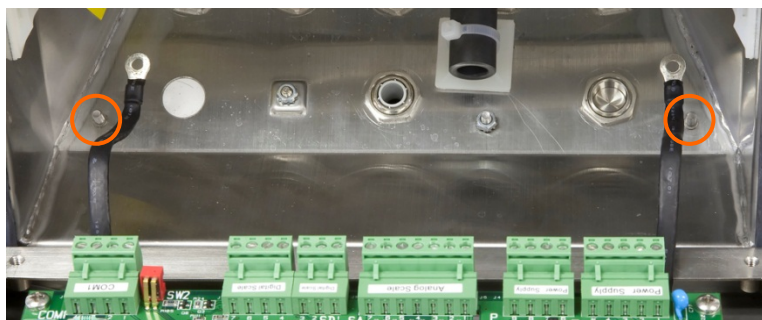

Figure 3-12: Goujons supplémentaires pour une fixation alternative du couvercle
- C. Faites tourner soigneusement le couvercle avant sur 180 degrés et fixez à nouveau les deux bandes de mise à la terre aux deux montants sur le côté opposé de l'enceinte illustrée à la Figure 3-12, près des bagues de préhension à l'aide des deux écrous enlevés au cours de l'étape précédente. Serrez les deux écrous.